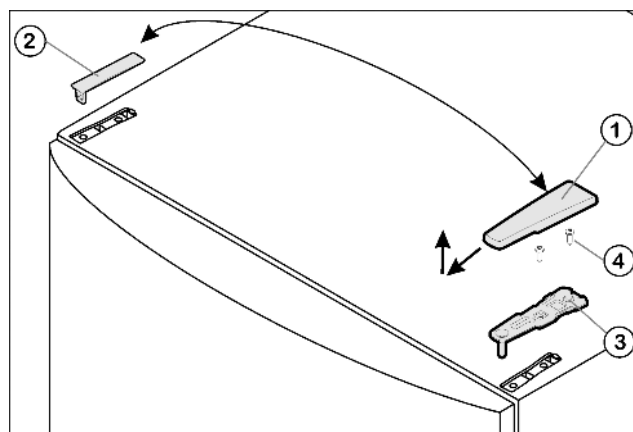

Fig. 4
- ▶ Потяните крышку Fig. 4 (1) вперед и вверх.
- ▶ Снимите крышку Fig. 4 (2).
- ▶ Открутите верхний опорный кронштейн *Fig. 4 (3)* (2 шт. Torx® 25) *Fig. 4 (4)* и вытяните вверх.
- ▶ Установите верхний опорный кронштейн Fig. 4 (3) на новой стороне шарнира и защелкните в дверце.
- ▶ Привинтите верхний опорный кронштейн (с моментом 4 Нм) (2 шт. Torx® 25) Fig. 4 (4). При необходимости сделайте отверстия или используйте аккумуляторную отвертку.
- ▶ Наденьте и защелкните крышку Fig. 4 (1) и крышку Fig. 4 (2) на противоположной стороне снаружи.